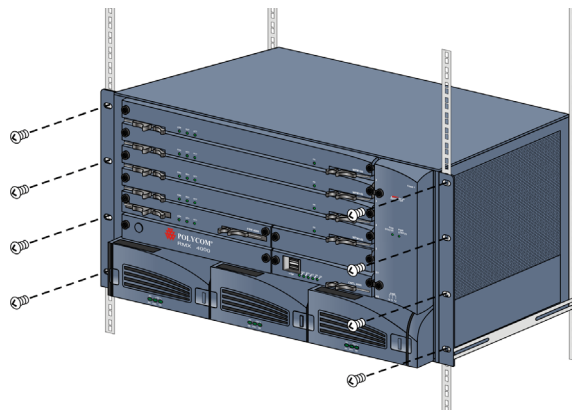

Рис. 1-3 RMX 4000 Установка в стойку
- 3 Закрепите RMX на стойке с помощью 8 винтов, закрутив их в отверстия на передней стороне RMX, как показано на Рис. 1-3.
- 4 Закрепите RMX на стойке с помощью 8 винтов, закрутив их в отверстия на передней стороне RMX, как показано на Рис. 1-3.